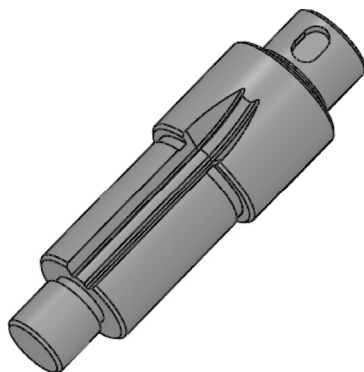

图 8-20 花键效果
**05** 取消剖面观察。再次单击“前导视图”工具栏中的“剖面视图”按钮, 取消剖面观察，花键效果如图 8-20 所示。